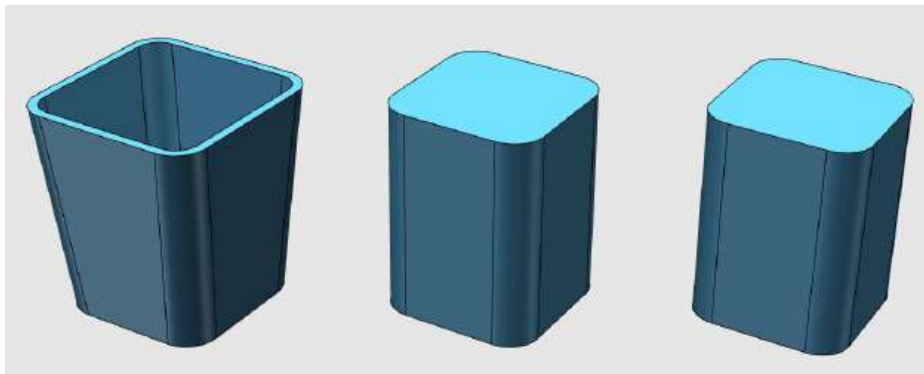

图 1-6
Step 6 点击确定，完成抽壳操作，如下图 1-6 所示：